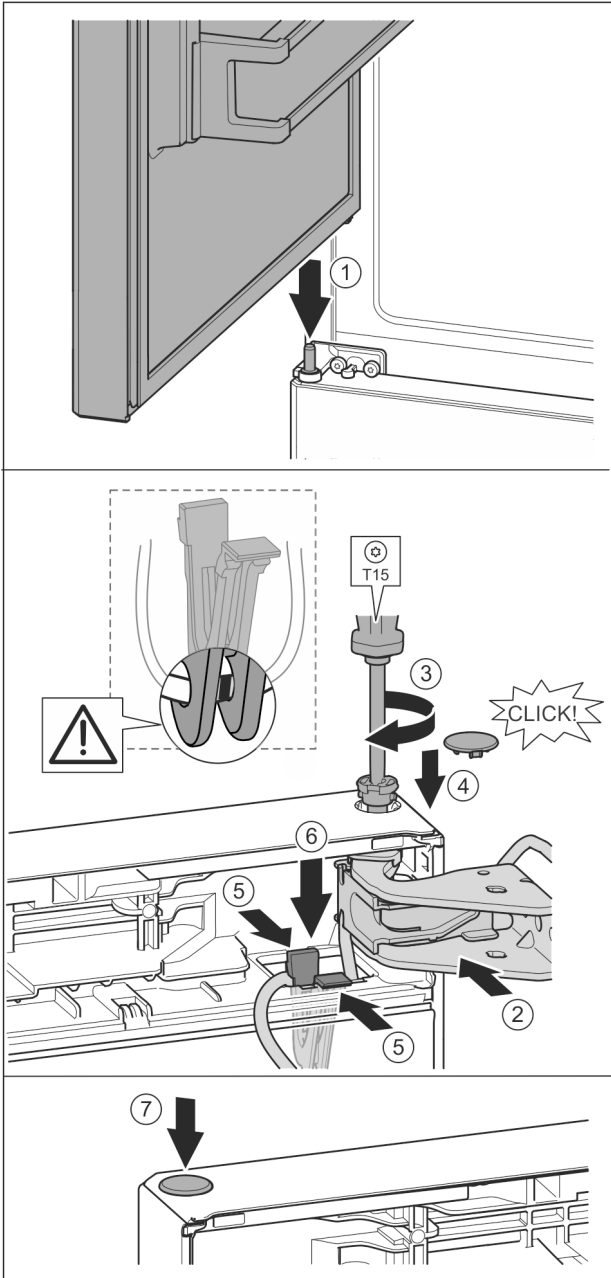

Fig. 36
- ▶ Встановлення верхніх дверцят на середній опорний палець *Fig. 36 (1)*
- ▶ Вирівняйте дверцята зверху по отвору в опорному кронштейні. *Fig. 36 (2)*
- ▶ Вставте палець та закрутіть за допомогою викрутки T15. *Fig. 36 (3)*
- ▶ Встановіть захисну кришку для захисту дверцят: вставте захисну кришку і проконтролюйте, щоб вона прилягала до дверцят. Якщо це не так, повністю вставте палець. *Fig. 36 (4)*
- ▶ Вставте тримач із зафіксованим в ньому кабелем в отвір. *Fig. 36 (5)*
- ▶ Притисніть тримач донизу так, щоб з'єднувальна накладка зафіксувалася. *Fig. 36 (6)*
- ▶ Вставте пробку. *Fig. 36 (7)*